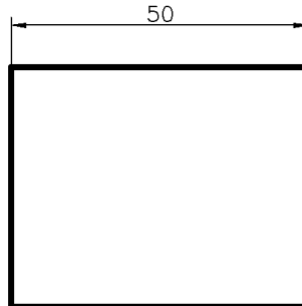

Рис. 2 Линейный размер
5.1. **Линейный размер** (рис.2)